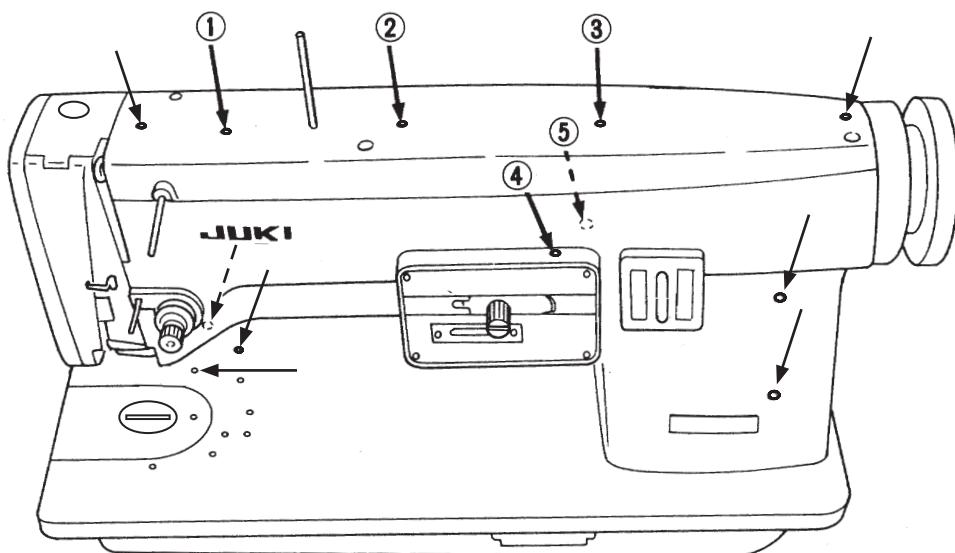

図8 給油個所
ミシンの取扱いの上で給油は大切なことです。毎日お使いになると、つぎの通り給油して下さい。まず、給油個所は赤印がつけられている油穴に毎日1～2滴注油して下さい。（図8で矢印で示された個所）特に、太い矢印で示されている①②③④⑤へは、毎日御使用前に5～6滴さして下さい。ここには油タンクがあって、ここから重要な個所へ給油されるように設計されています。（図8の破線の矢印は向側のベット上の油穴で図ではみえない）